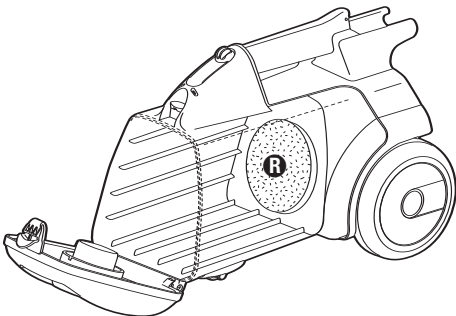

FIG. 15
Step 2: Grasp filter **R** and pull out to remove (Fig. 15).
Étape 2 : Saisissez le filtre ❶ et tirez-le pour l'extraire (Fig. 15).
Paso 2: Tome el filtro ❶ y jale hacia afuera para retirarlo (Fig. 15).